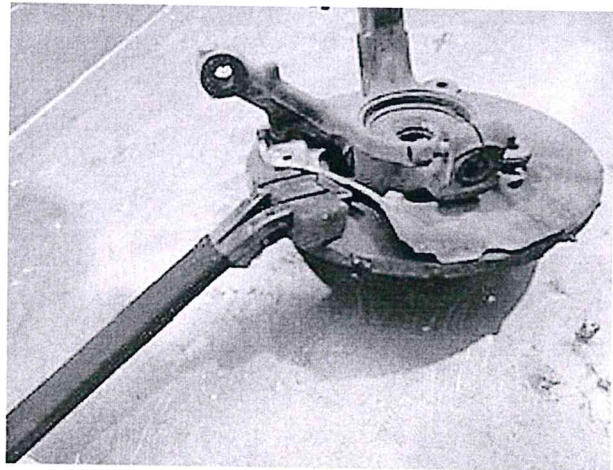

Figura 5
- Posizionare il concentratore di flusso sulla parte da riscaldare (*Figura 5*) e premere il pulsante di avvio riscaldamento (12, *Figura 4*):